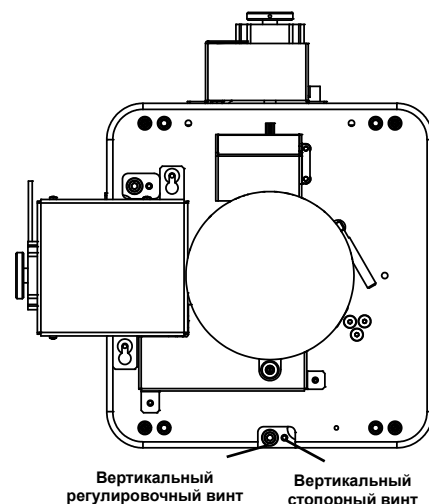

Рис. 2-32 Вертикальная регулировка оси проекции
1. Ослабьте **вертикальный стопорный винт**. См. **Рис. 2-32**.
- Зафиксируйте вертикальное положение оси проекции с помощью **вертикального стопорного винта** и проверьте положение оси проекции еще раз (**Рис. 2-32**).